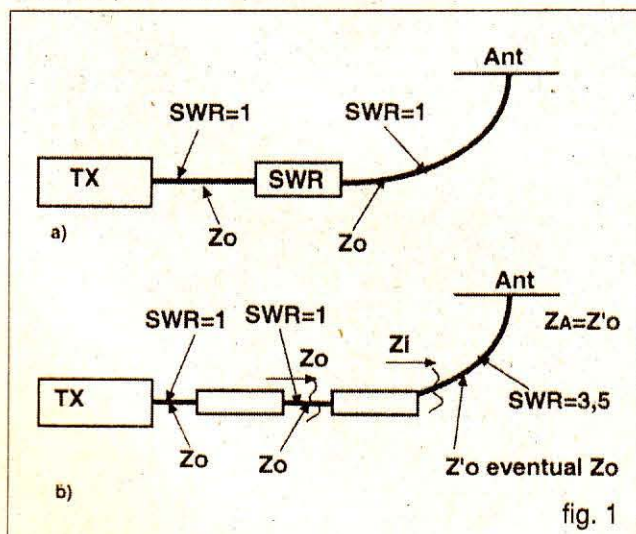
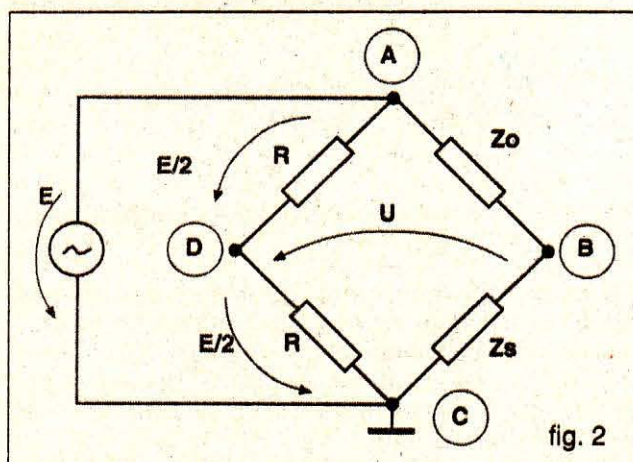

fig. 1
fig. 2
Pentru etajul de preamplificare din fig. 2:
2. Pentru preamplificatorul din fig. 2
Schema respectivă conține: (Fig. 1) Schema bloc.
În fig 1 este arătată schema de conectare a dispozitivului pentru măsurarea raportului de unde staționare (SWR), cunoscut sub denumirea de reflectometru (cazul 1a) este cel ideal, fără transmatch când pe întreg fiderul (porțiunea îngroșată) avem regim de unde progresive ($SWR=1$). În cazul 1b) se obține $SWR=1$ doar pe cablul Tx-TR (porțiunea îngroșată). Fiderul propriu zis (Antena - TR) poate avea o altă impedanță caracteristică Z_0 (în general). Introducerea transmatchului nu modifică SWR pe acest fider, care poate rămâne la aceeași valoare ridicată (de pildă 3,5). Dacă se utilizează tot cablu coaxial ($Z_0=Z_0^1$) pierderile în fiderul antenă - TR rămân ridicate și nu pot fi micșorate acționând asupra TR.
Acesta are o construcție simplă și deloc pretențioasă și poate fi utilizată și la emițătoare QRP. În general reflectometrele funcționează când emițătorul lucrează cu toată puterea (sute de Wații) și nu sunt suficient de sensibile pentru puteri de 1...5 W. Puntea direcțională se alimentează numai cu putere redusă (altfel se distrug componentele) conectându-se tot conform aranjamentului din fig. 1 b, eventual introducându-se un alternator de putere la ieșirea TX-ului. Dezavantajul este că după terminarea reglajelor la TR, puntea direcțională trebuie eliminată printr-o comutare adecvată. Dar posibilitatea de a „citi” în permanență în timpul traficului SWR nu este absolut obligatorie.
În fig. 2 este dată schema unei punți de impedanțe. Tensiunea U pe diagonala puntei se scrie:
Detectorul cu D_2 detectă tensiunea de la bornele grupului D_2 , C_2 , care corespunde diagonalei BD (fig. 2), C_3 împreună cu rezistența de $100 K$ constituie un filtru trece-jos suplimentar.
Schema de principiu a radiobalizei este dată în fig. 1 iar în fig. 2 dispunerea pieselor.
Lista piese fig. 1